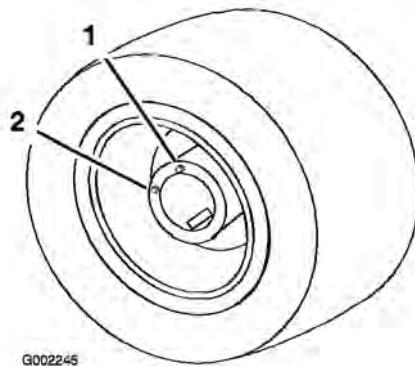

Figure 49
5. Conduisez lentement le véhicule jusqu'à ce que la roue soit positionnée pour le remplissage, comme illustré (Figure 49).